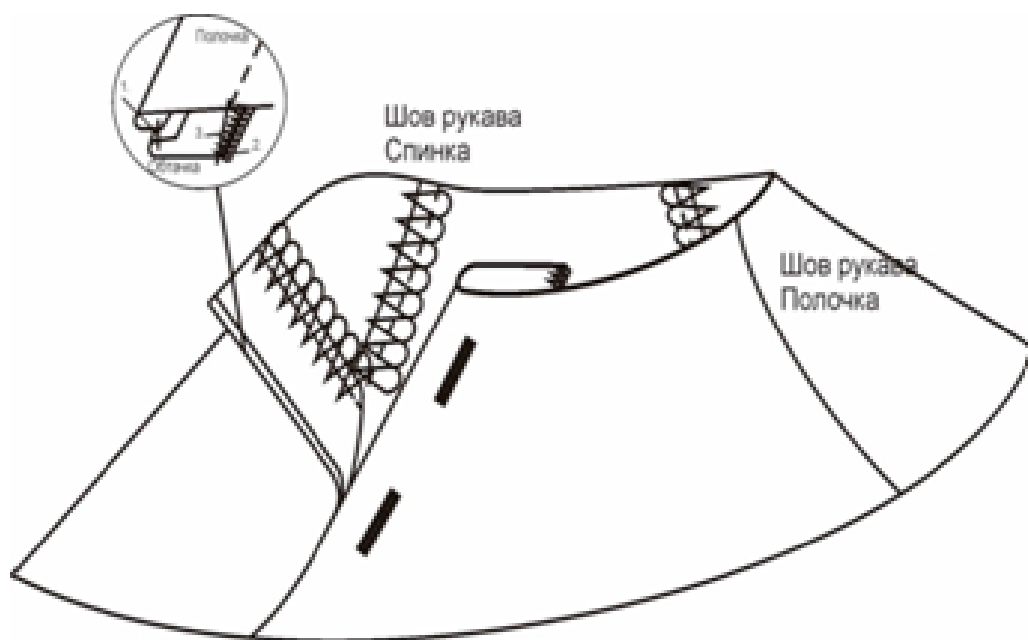

Рисунок 2. Обработка застёжки
2. Обработка застежки. Обтачать на правом рукава срез застежки. Используйте деталь 16 Обтачка рукава. Внутренние срезы обтачки рукава и цельнокроеной обтачки на полочке обметать. На правом срезе проймы полочки отогнуть на изнаночную сторону цельнокроеную обтачку, заметать и слегка приутюжить. В соответствии с лекалом полочки, наметить петли и обметать. Совместить края застежки, уравнивая срезы горловины и скрепить сметочными стежками. Внутренние края обтачек зафиксировать закрепкой (Рисунок 2).